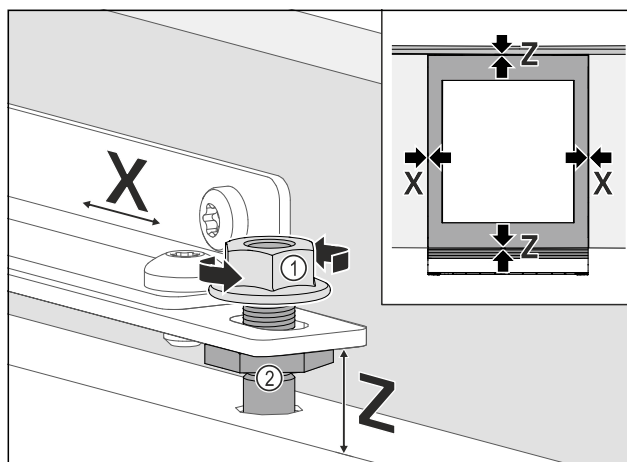

Fig. 76
- Bočno poravnajte vrata namještaja: Otpustite protumačicu Fig. 76 (1), pomaknite vrata namještaja u smjeru X.
- ▶ Pritegnite protumatice *Fig. 76 (1)*.
- ▶ Poravnajte vrata namještaja na visini **Z** i u bočnom nagibu: Namjestite svornjake za namještanje *Fig. 76 (2)*.